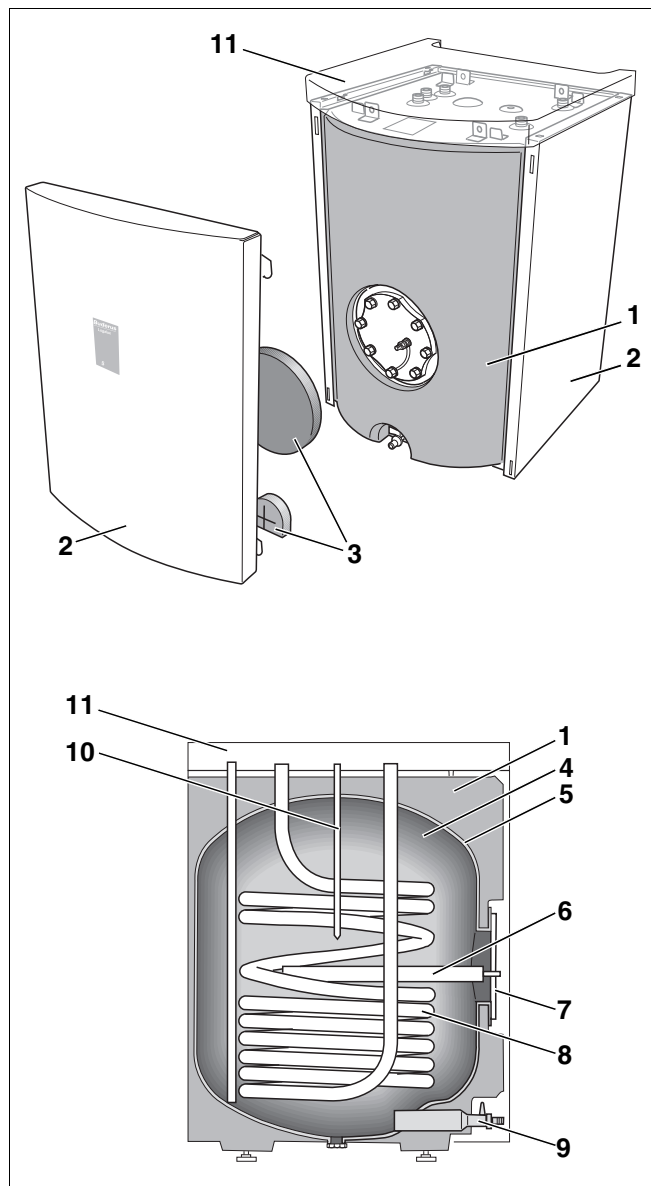

Abb. 1 Warmwasserspeicher Logalux S135/S160 (unten schematische Darstellung)
- Speicherbehälter (Abb. 1, **Pos. 4**) mit Korrosionsschutz
Der Korrosionsschutz besteht aus der hygienischen Buderus-Thermoglasur DUOCLEAN MKT (Abb. 1, **Pos. 5**) und einem zusätzlichen kathodischen Schutz durch die Magnesiumanode (Abb. 1, **Pos. 6**), die über den Handlochdeckel (Abb. 1, **Pos. 7**) zugänglich ist.
- Wärmeschutz (Abb. 1, **Pos. 1**)
Der Wärmeschutz aus FCKW-freiem Polyurethan-Hartschaum ist direkt auf den Speicherbehälter aufgeschäumt. Zwei Wärmeschutzelemente (Abb. 1, **Pos. 3**) aus Schaumstoff minimieren Wärmeverluste über den Handlochdeckel und den Entleerungshahn.
- Verkleidung (Abb. 1, **Pos. 2**)
- Glattrohr-Wärmetauscher (Abb. 1, **Pos. 8**)
- Tauchhülse (Abb. 1, **Pos. 10**)
- Handlochdeckel (Abb. 1, **Pos. 7**) als Wartungs- und Reinigungsöffnung sowie Entleerungshahn (Abb. 1, **Pos. 9**).
- Speicherhaube (Abb. 1, **Pos. 11**, Zubehör)